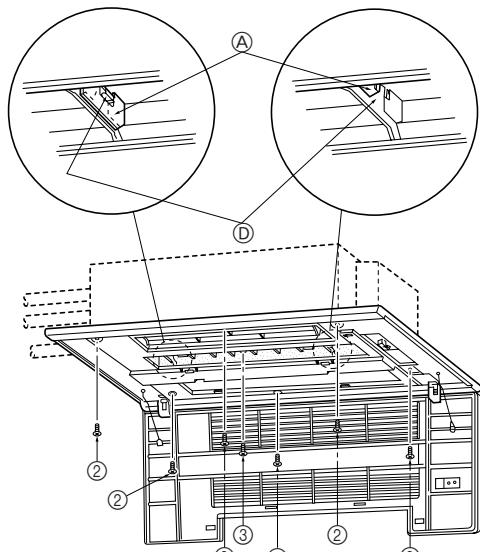
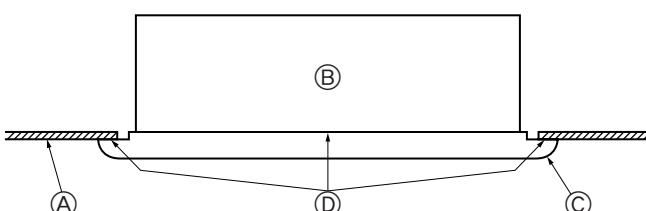

Fig. 5-5
Fig. 5-6
- Τακτοποιήστε το εμπρόσθιο καπάκι έτσι ώστε να προσαρμοζεί κατάλληλα στη γωνία ανάμεσα στην οροφή και στον τοίχο και τοποθετήστε τα μπουλόνια στερέωσης ② (προμηθεύονται με τη γρίλια) στις τέσσερις θέσεις αριστερά και δεξιά, αφήνοντάς τα λίγο χαλαρά. (Fig. 5-5)
- Στη συνέχεια σφίξτε τα μπουλόνια στερέωσης ② και τις σχετικές βίδες ③ στα τρία κεντρικά σημεία.
- Τέλος σφίξτε τα μπουλόνια στερέωσης ② στα τέσσερα σημεία δεξιά και αριστερά.
- Στο σημείο αυτό βεβαιωθείτε ότι δεν υπάρχουν διάκενα ανάμεσα στην εσωτερική μονάδα και στο εμπρόσθιο καπάκι καθώς και ανάμεσα στο εμπρόσθιο καπάκι και στην επιφάνεια της οροφής. Εάν υπάρχουν διάκενα, ο αέρας μπορεί να μπει μεσα και μπορεί να προκαλέσει το στάδιο νερού (Fig. 5-6).